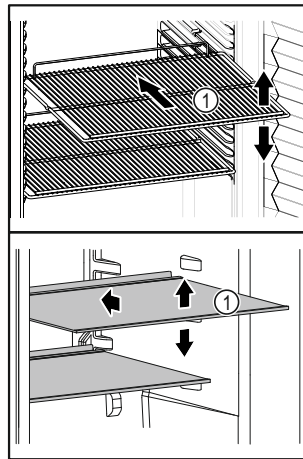

Fig. 40 Immagine a titolo di esempio
- Se i ripiani Fig. 40 (1) sono spostati, adattare i ripiani in base all'altezza.